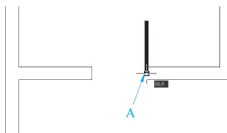

图 2.88 指定圆弧的中心点
(6) 在**指定下一点或 [圆弧 (A)/ 闭合 (C)/ 半宽 (H)/ 长度 (L)/ 放弃 (U)/ 宽度 (W)]:** 提示下, 输入“W”后按 Enter 键。
(7) 在**指定起点宽度 <0.0000>**: 提示下, 输入“0”。
(8) 在**指定端点宽度 <0.0000>**: 提示下, 输入“0”, 将线宽由 50mm 改为 0mm。
(9) 在**指定下一点或 [圆弧 (A)/ 闭合 (C)/ 半宽 (H)/ 长度 (L)/ 放弃 (U)/ 宽度 (W)]:** 提示下, 输入“A”后按 Enter 键, 指定将要绘制圆弧。
(10) 在**指定圆弧的端点或 [角度 (A)/ 圆心 (CE)/ 闭合 (CL)/ 方向 (D)/ 半宽 (H)/ 直线 (L)/ 半径 (R)/ 第二个点 (S)/ 放弃 (U)/ 宽度 (W)]:** 提示下, 输入“CE”后按 Enter 键, 说明将要指定圆心的方式绘制圆弧。
(11) 在**指定圆弧的圆心**: 提示下, 捕捉 A 点 (门扇的起点) 作为圆弧的圆心, 如图 2.88 所示。